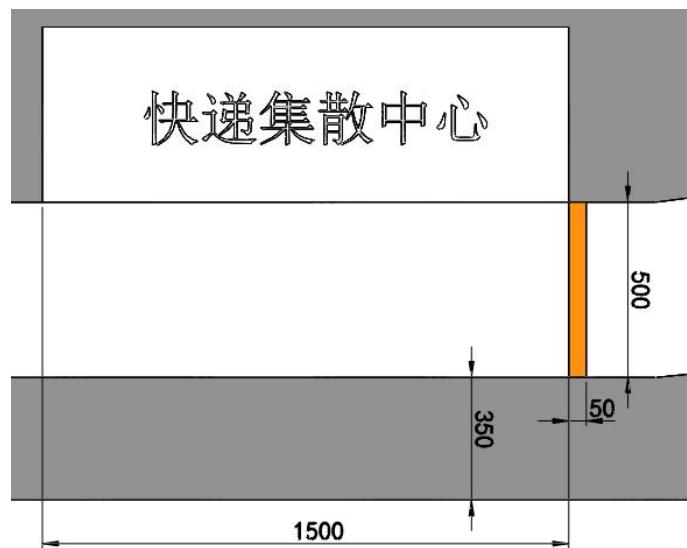

图 9 终点示意图（单位：mm）
3. 终点示意图：如图 9 所示，快递集散中心一侧的赛道上设有橙色色带，尺寸为 500mm×50mm。